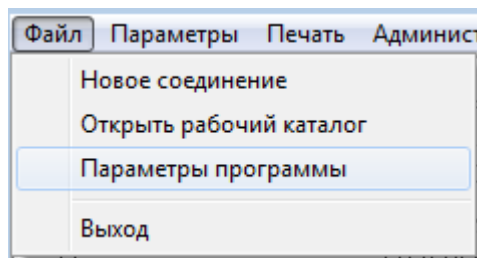
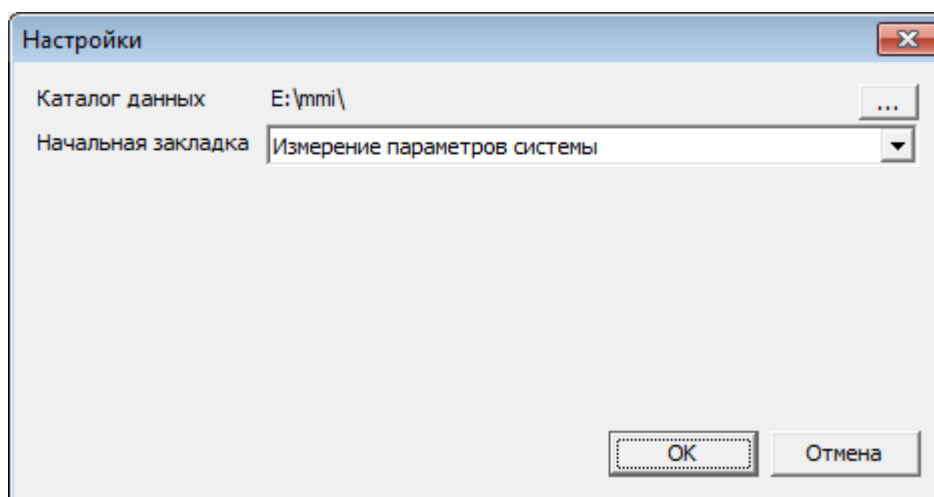
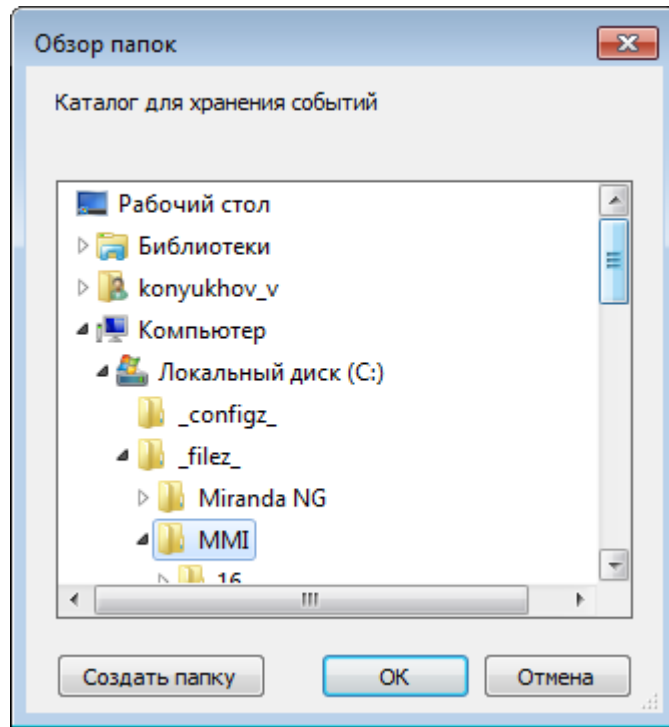

Рисунок 3.8. Пункт меню “Файл — Параметры программы”
Рисунок 3.9. Окно настройки параметров программы
Рисунок 3.10. Выбор нового каталога для хранения файлов
Для доступа к настройкам необходимо выбрать пункт меню “Файл — Параметры программы” (рис.3.8), после чего появится окно параметров программы (рис.3.9).
**Каталог данных** — при установке программы на сервисный ПК каталог для хранения данных, таких как события, измерения и т. п. задается в том же каталоге, где установлено СПО, что может быть неудобно при работе. Для изменения каталога необходимо нажать на кнопку “...” (см. рис.3.9) и в появившемся окне (см. рис.3.10) выбрать существующий или создать новый каталог.